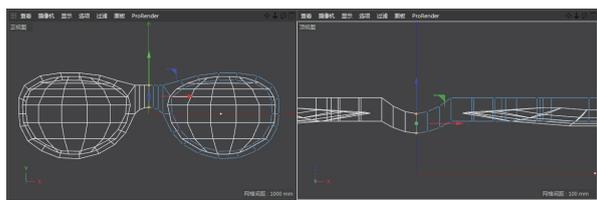

图 5-70
**05** 对鼻托部分的点进行移动变换造型，分别在正视图和顶视图中进行操作，结果如图 5-70 所示。